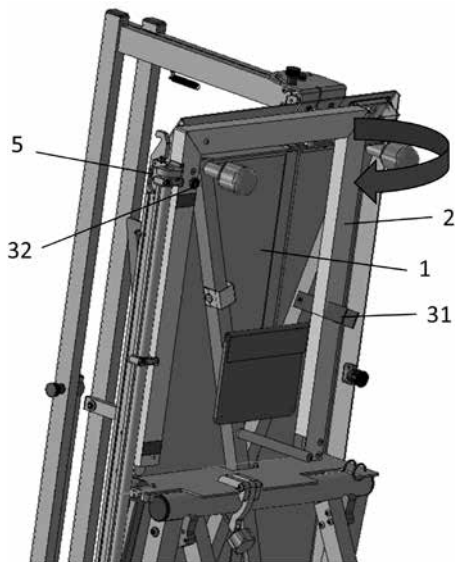

Fig. 7
La découpeuse d'angle (pos. 2, fig. 7) est montée au dos du panneau de base (pos. 1, fig. 7) et reste en position tant qu'elle n'est pas utilisée.
Pour mettre en marche la découpeuse d'angle, retirez le ruban de fixation (pos. 31, fig. 7) et faites pivoter la découpeuse d'angle dans le sens de la flèche jusqu'à ce qu'elle soit parallèle à l'étrier de coupe.
**Attention** : vous devez absolument veiller à ce que l'échelle de guidage de la découpeuse d'angle (pos. 32, fig. 7) soit dirigée vers l'ouverture de la barre de guidage (pos. 5, fig. 7) prévue à cet effet !